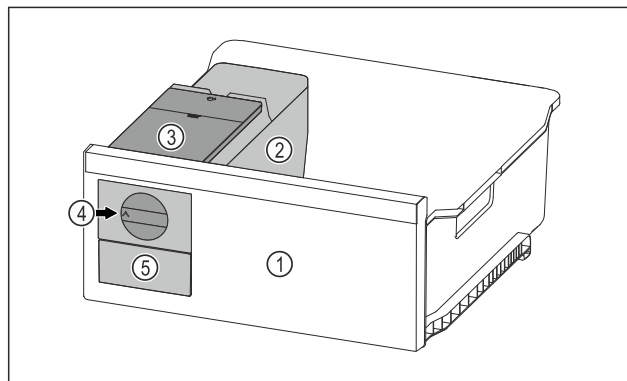

Fig. 84 Voorbeeld
- ▶ Draaiknop Fig. 84 (4) rechtsonder tot aan de aanslag draaien.
- ▶ Ijsblokjes vallen uit de ijsblokjeschaal in de ijsblokjeslade Fig. 84 (5).